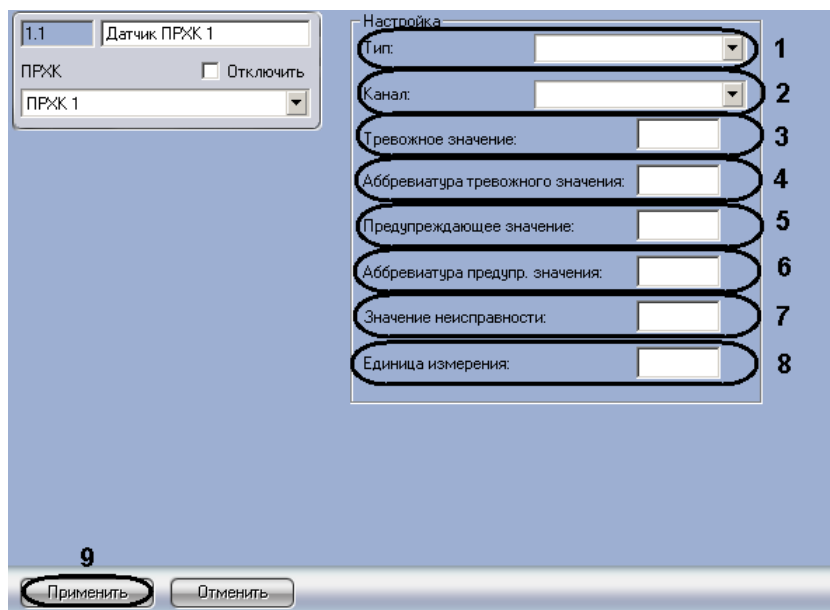

Рис. 2.3-2 Панель настроек объекта Датчик ПРЖК
1. Перейти на панель настройки объекта **Датчик ПРХК** (Рис. 2.3-2).
2. Из раскрывающегося списка **Тип:** необходимо выбрать тип внешнего воздействия на датчик (см. Рис. 2.3-2, **1**).
3. Из раскрывающегося списка **Канал:** необходимо выбрать адрес датчика (см. Рис. 2.3-2, **2**).
4. В поле **Тревожное значение:** необходимо ввести значение, при достижении и превышении которого от датчика будет приходить сообщение **Тревога** (см. Рис. 2.3-2, **3**).
5. В поле **Аббревиатура тревожного значения:** необходимо ввести сообщение, характеризующее состояние тревоги на карте (Рис. 2.3-2, **4**).
6. В поле **Предупреждающее значение:** необходимо ввести значение, при достижении и превышении которого от датчика будет приходить сообщение **Предупреждение** (см. Рис. 2.3-2, **5**).
7. В поле **Аббревиатура предупр. значения:** необходимо ввести сообщение, характеризующее состояние предупреждения на карте (см. Рис. 2.3-2, **6**).
8. В поле **Значение неисправности:** необходимо ввести значение, при котором приходит сообщение о неисправности датчика (см. Рис. 2.3-2, **7**).
9. В поле **Единица измерения:** необходимо ввести обозначение единицы измерения значения датчика на карте (см. Рис. 2.3-2, **8**).
10. Для сохранения внесенных изменений нажать кнопку **Применить** (см. Рис. 2.3-2, **9**).